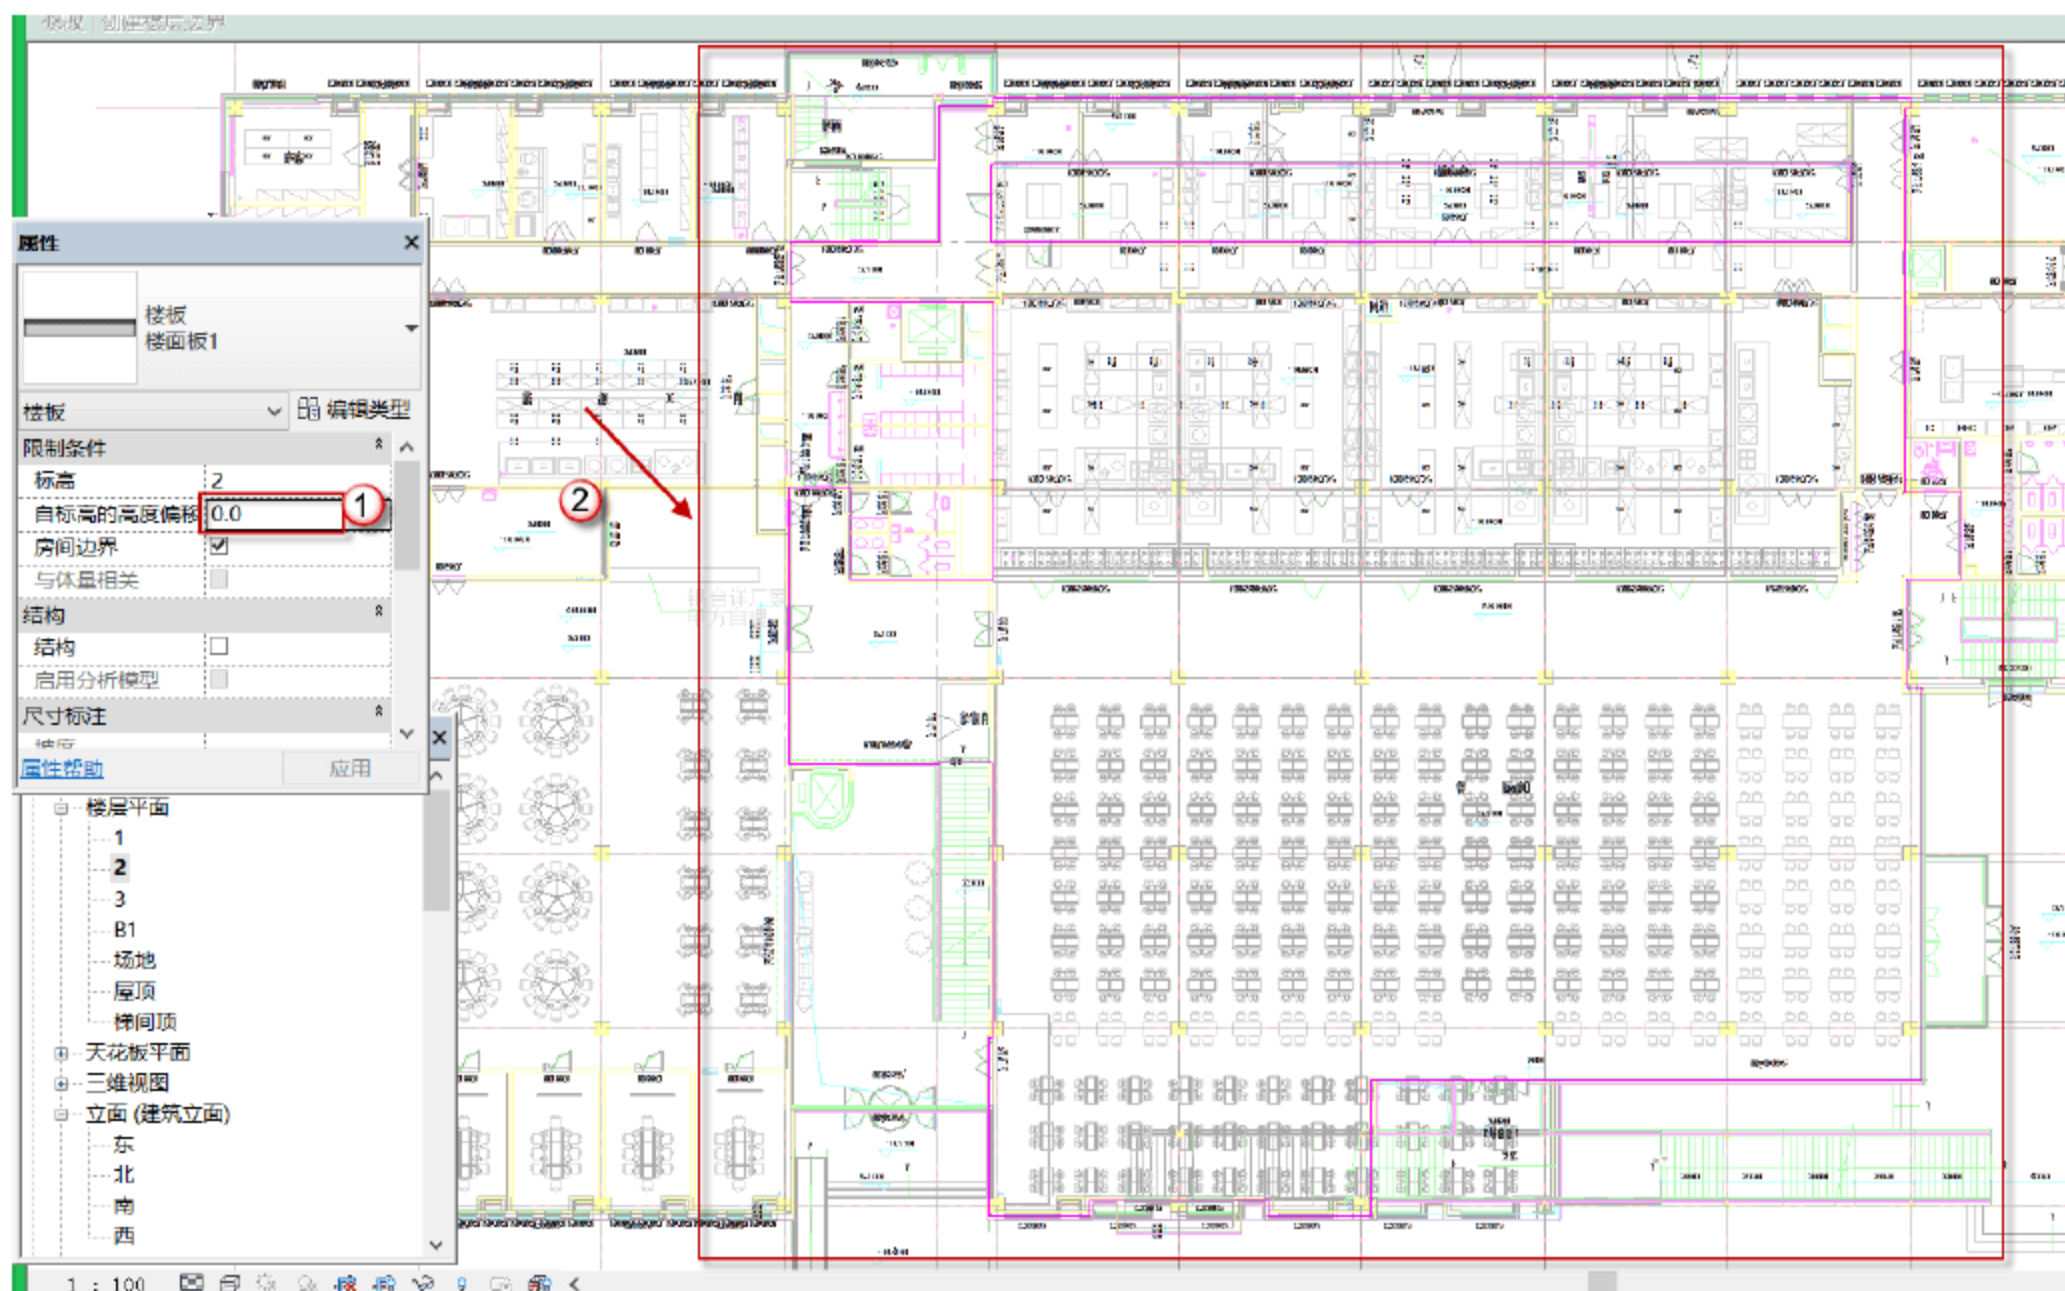

图 11.1.36 绘制标高偏移为“0”的二层“楼面板 1”
(2) 绘制二层剩下的标高偏移为“0”的“楼面板 1”。选择“建筑”→“楼板”→“建筑楼板”→“楼面板 1”命令，标高为“2”层，标高偏移为“0”，选用“直线”工具绘制，绘制线路如图 11.1.36 所示，绘制完成后，单击模式选项面板的√按钮，完成楼面板的绘制。